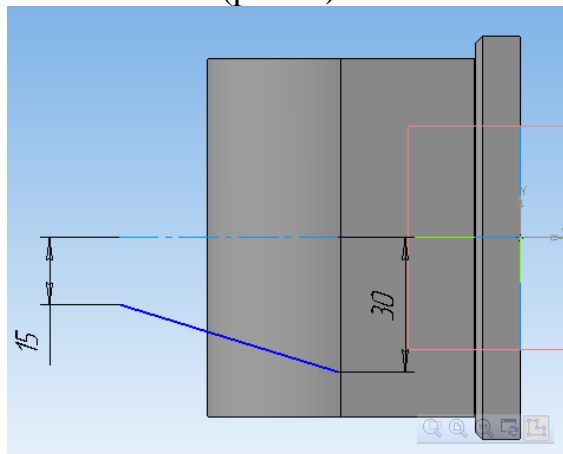

Рис. 6.
5. Добавьте модели коническую часть. Для этого выполните эскиз в координатной плоскости  $YZ$  (рис. 6).